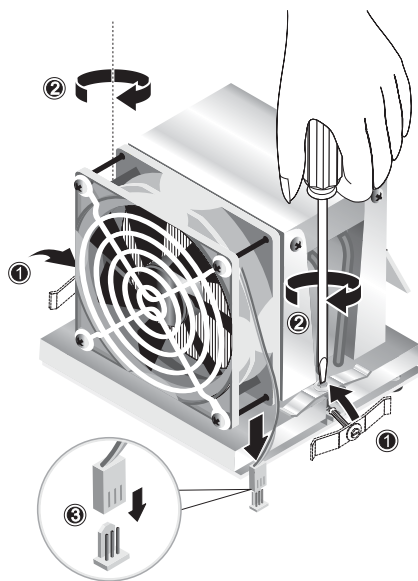

FIGURE 4-13 Fixation du module dissipateur de chaleur/ventilateur
9. Placez les clips de retenue sur le module dissipateur de chaleur/ventilateur (voir le point 1 de la FIGURE 4-13).
10. Vissez les vis de fixation en alternant (2) et serrez-les.
11. Connectez le câble du ventilateur du processeur au connecteur de la carte mère (3).